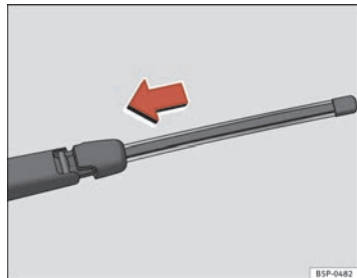

Fig. 186 Colocar la escobilla de limpiaventana
- Sitúe la escobilla, tal como se indica en la ⇒ fig. 186 y deslice el adaptador hasta que encaje.